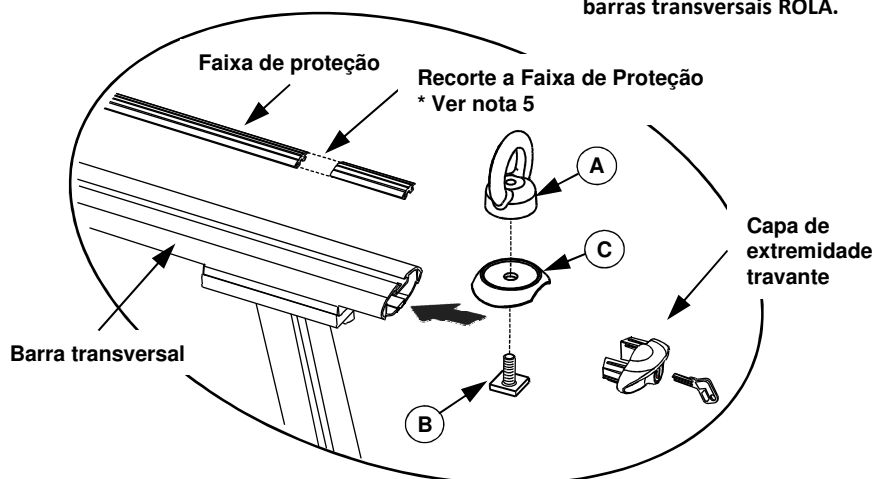

Figura 2.
5. *Nota: La tira de amortiguamiento se ajusta debajo de la placa base de plástico, como se muestra en la figura 2.
7. Apriete firmemente los cuatro (4) anillos de amarre.
5. * Obs: A faixa de proteção cabe sob a placa da base de plástico, conforme a figura 2.
7. Aperte com firmeza todos quatro (4) Ganchos de Amarração.